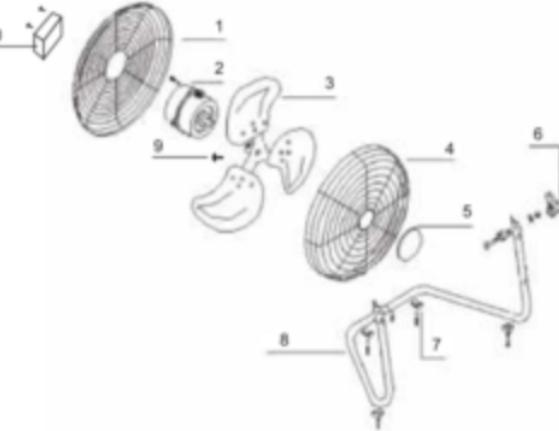

РИС. 1
4. СБОРКА (см. рис. 1)
- Выровняйте крыльчатку (3) по отношению к плоской насечки на валу электродвигателя (2), плотно наденьте ее и закрепите в таком положении, затянув до конца винт "А" (9).
- Соедините переднюю защитную решетку (4) с задней (1) и закрепите их между собой, с помощью зажимов.
- Установите вентилятор на опорную раму (8) и затяните регулировочную рукоятку (6).
- Возьмитесь за защитную решетку и наклоняя вентилятор вверх или вниз настройте его на наиболее предпочтительный для Вас угол обдува. При необходимости ослабьте рукоятку (6).